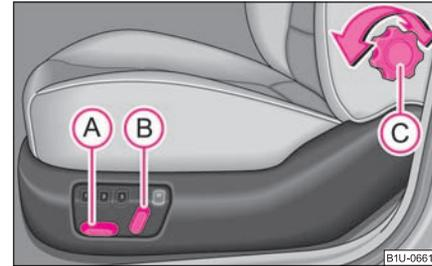

Fig. 60 Vue latérale: Réglage des commandes du siège
- Poussez le contacteur A ou B dans le sens du réglage souhaité ⇒ fig. 60.